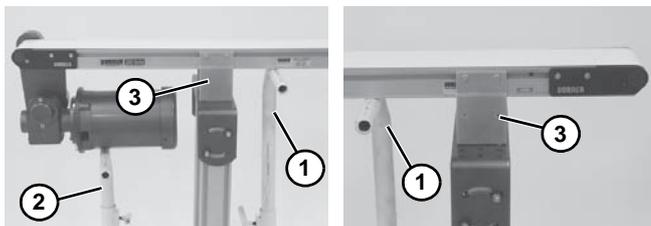
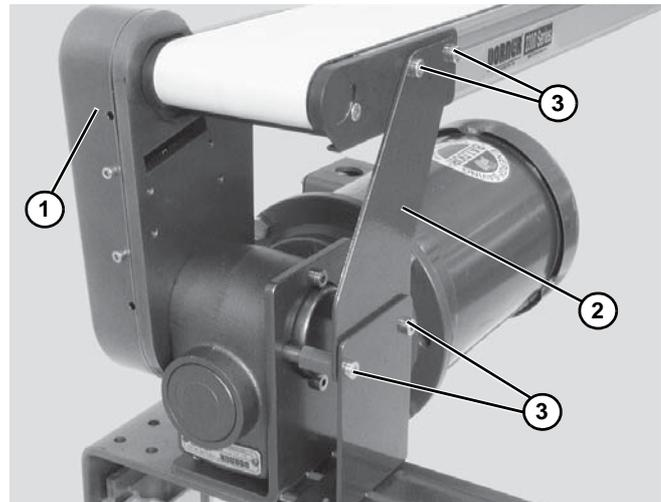

Figura 44
Figura 45
1. Coloque los soportes internos temporales (Figura 44, artículo 1) en ambos extremos del transportador. Coloque un soporte interno adicional debajo del motorreductor (Figura 44, artículo 2), si se dispone de él. Consulte ADVERTENCIA.
2. Retire los soportes (Figura 44, artículo 3) de un lado del transportador. (Pasos 3 y 4 en el orden inverso incluidos en la sección “Soportes de la Serie 2200” que empieza en la página 9.) Si el transportador dispone de un paquete de transmisión de carga pesada, quite los soportes de la cubierta de transmisión del lado opuesto (Figura 45, artículo 1).
3. Si se dispone de ellos, retire los rodillos de retorno, las guías y los accesorios de la cubierta de transmisión del lado opuesto (Figura 45, artículo 1).
4. Si el transportador está equipado con un paquete de transmisión de carga pesada, quite el soporte de transmisión (Figura 45, artículo 2): Quite los tornillos del soporte (Figura 45, artículo 3) y retire el soporte (Figura 45, artículo 2).
1. Asegúrese de que los soportes internos temporales (Figura 44, artículo 1) estén colocados en ambos extremos del transportador. Coloque un soporte interno adicional (Figura 44, artículo 2) debajo del motorreductor, si se dispone de él. Consulte ADVERTENCIA.
- Si el transportador está equipado con un paquete de transmisión de carga pesada, vuelva a instalar el soporte de transmisión (**Figura 45, artículo 2**):